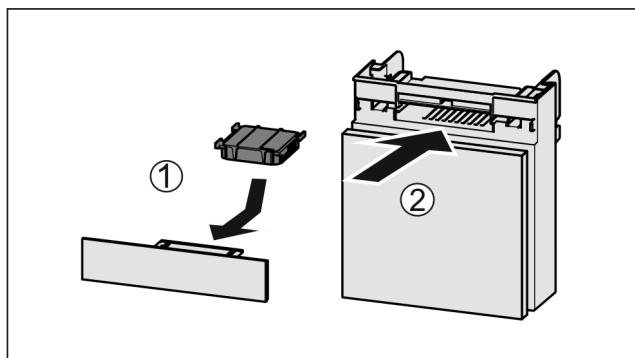

Fig. 87
- ▶ Introduzca el compartimento Fig. 87 (2).